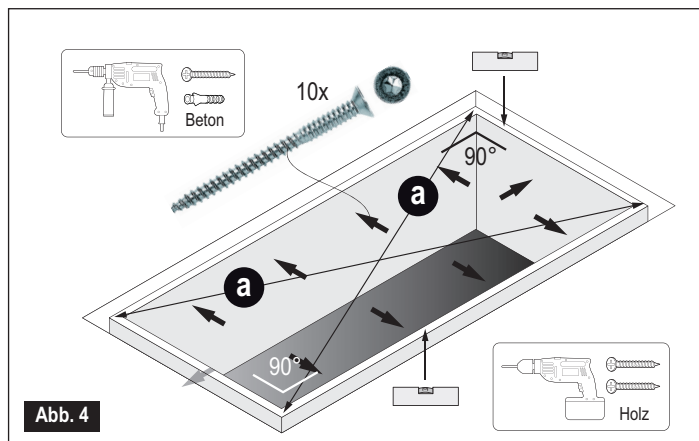

Abb. 4
- Für eine richtige Positionierung muss der Lukenkasten rechtwinklig eingebaut werden. Die Diagonalen müssen dafür die gleiche Länge haben (Abb. 4). Schließen Sie jetzt die Luke und kontrollieren Sie, ob der umlaufende Spalt zwischen dem Lukenkasten und der Luke rundherum gleichmäßig ist. Befestigen Sie den Lukenkasten jetzt sicher mit den mitgelieferten Justierschrauben oder Keilbolzen (nicht im Lieferumfang enthalten). Wir empfehlen, dazu mindestens 10 Schrauben (min. 6 x 70 mm) zu verwenden.